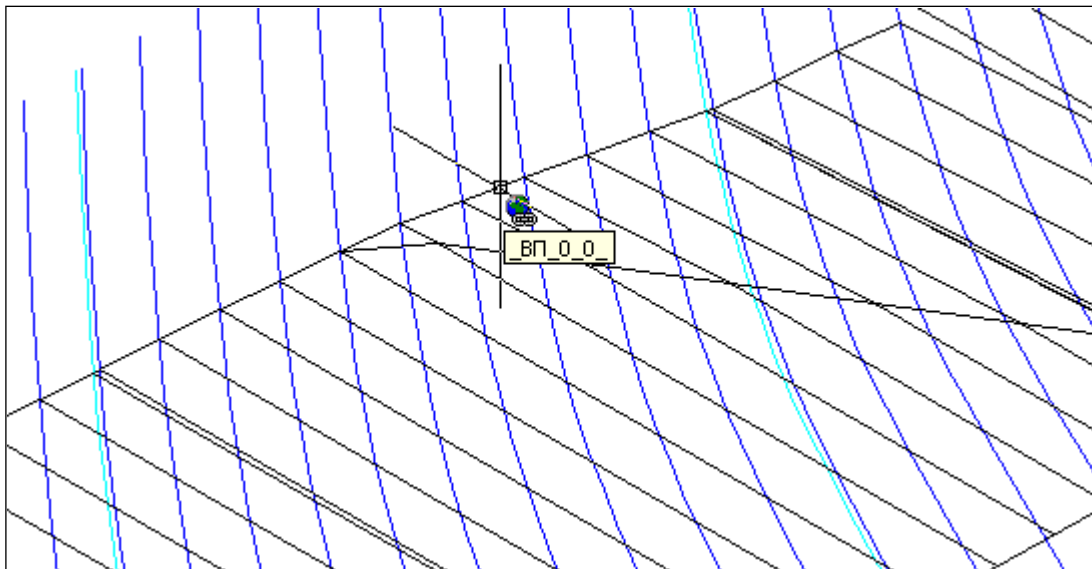

Рисунок 19. Гиперимена
– **Гиперимена** — присоединение к построенным линиям текстовых комментариев (гиперимен) к бимсам. При работе модуля каждой выведенной линии может быть присвоено гиперимена (рисунок 19), совпадающее с именем слоя, на котором располагается линия конструкции. При подведении указателя мыши к линии, имеющей гиперимена, на экране в маленькой прямоугольной рамке на желтом фоне автоматически появляется текст гиперимени при условии включения видимости текста гиперссылок командой HYPERLINKOPTIONS.